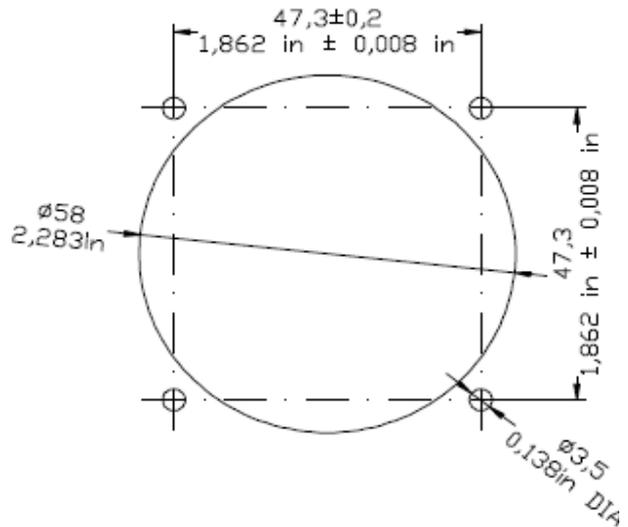

Abbildung 2-3:
- Der Kreisausschnitt und die Befestigungslöcher müssen entsprechend vorbereitet werden, siehe Abbildung 2-3.